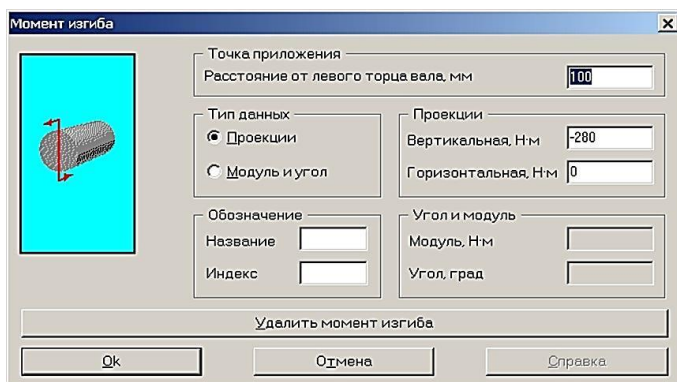

Рис. 21
**Задание изгибающих моментов.** Переход в этот режим осуществляется нажатием кнопки «*Момент изгиба*» (меню *Задать/Момент изгиба*). В полях ввода открывшегося диалогового окна «*Момент изгиба*» (рис. 21) требуется задать параметры и обозначение момента. Рассмотрим задание изгибающего момента  $M_{a1}$ .